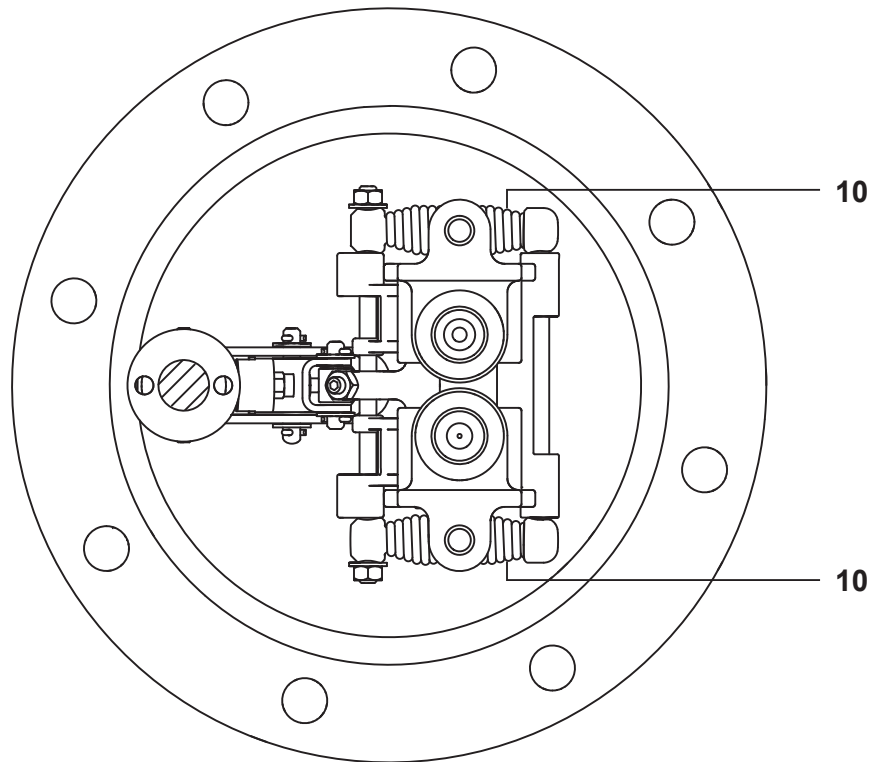

図9
3. スプリング（図9の10）を目視点検します。破損している場合には、ナットおよびワッシャーを外し、スプリング・アセンブリーをシャフトから取り外します。新しいスプリング・アセンブリー（5-eスプリングの設置を参照）に交換し、シャフトの溝にロクタイト620（接着剤）をつけて、新しいナットおよびワッシャーで取り付けます。